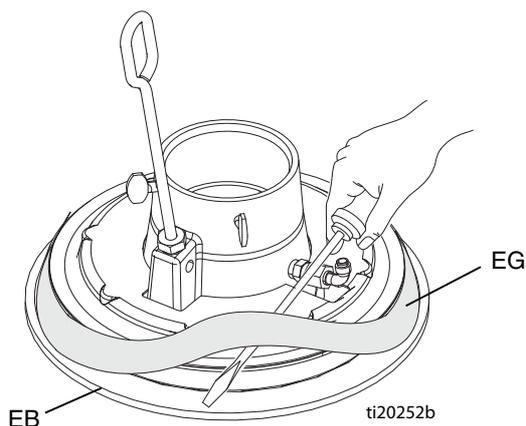

Рис. 13: Установка прокладки
2. *Работая сверху*, с помощью отвертки поместите прокладку (EG) между фланцем и очистителем (EB). См. Рис. 13.